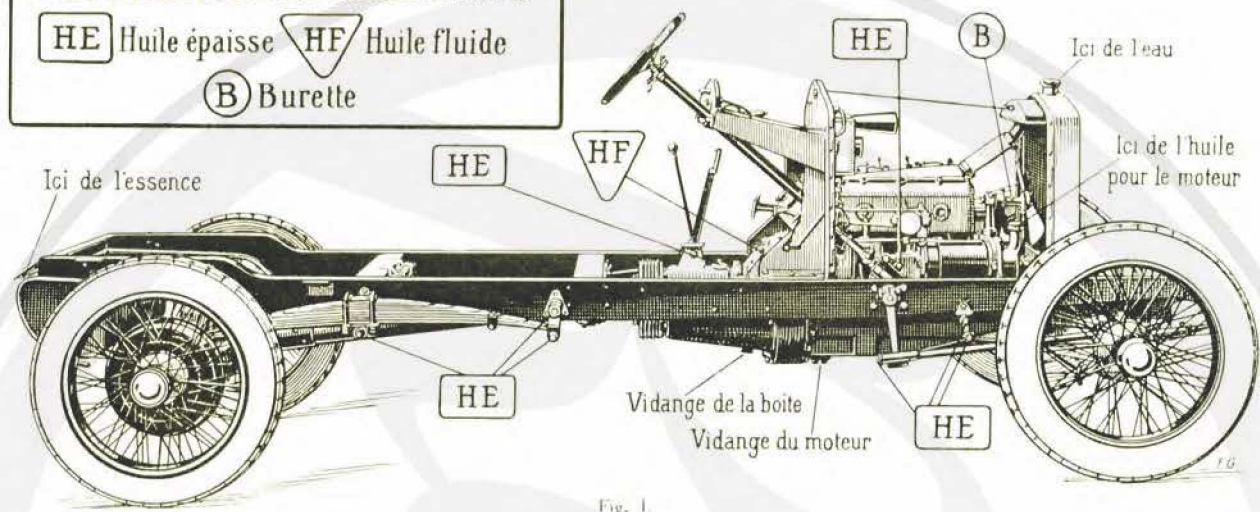

Fig. 1.
Les figures 1 et 2 comportent le résumé général du graissage de notre voiture. Reportez-vous aux références. Il y a dans notre voiture : graisseurs, huileurs et trous de graissage à la burette. Connaissez-les bien, tous. L'entretien des graisseurs en bon état et leur remplissage en temps voulu sont deux
**Graissage.** — Pour effectuer le graissage, dévisser le bouchon de gros diamètre placé en avant et au-dessus ; dévisser également le petit bouchon placé en arrière et au-dessous. Verser par l'orifice supérieur de l'huile épaisse ou de la valvoline jusqu'à écoulement par l'orifice arrière inférieur ; à ce moment, le niveau normal est atteint (Voir les indications de la figure 1).